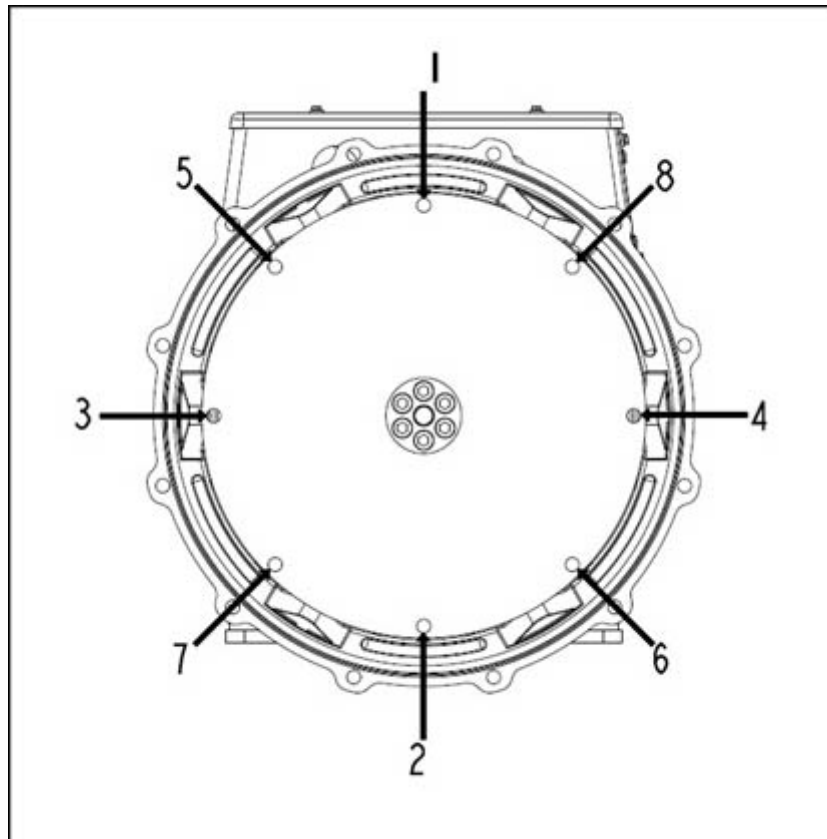

FIGURA 23. SECUENCIA DE FIJACIÓN AL VOLANTE
10. Apriete los pernos para fijar el disco de acoplamiento al volante, en la secuencia que se muestra en Figura 23 en la página 41.